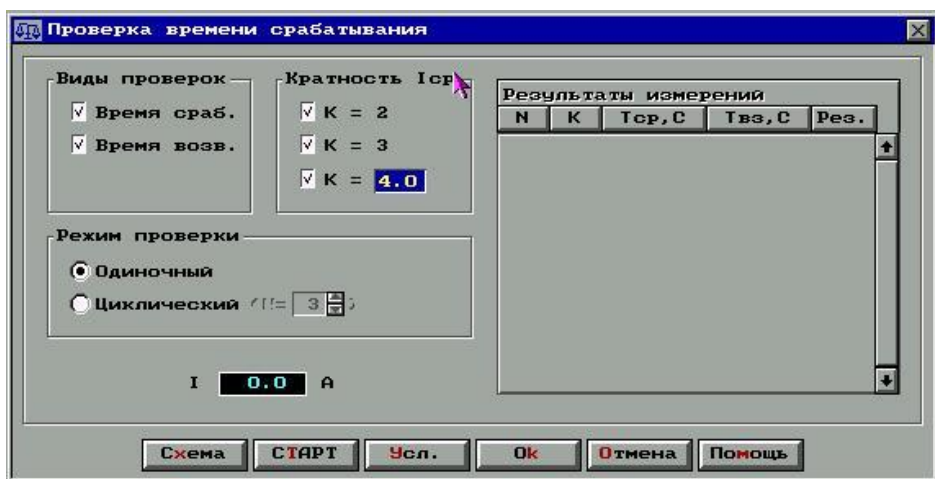
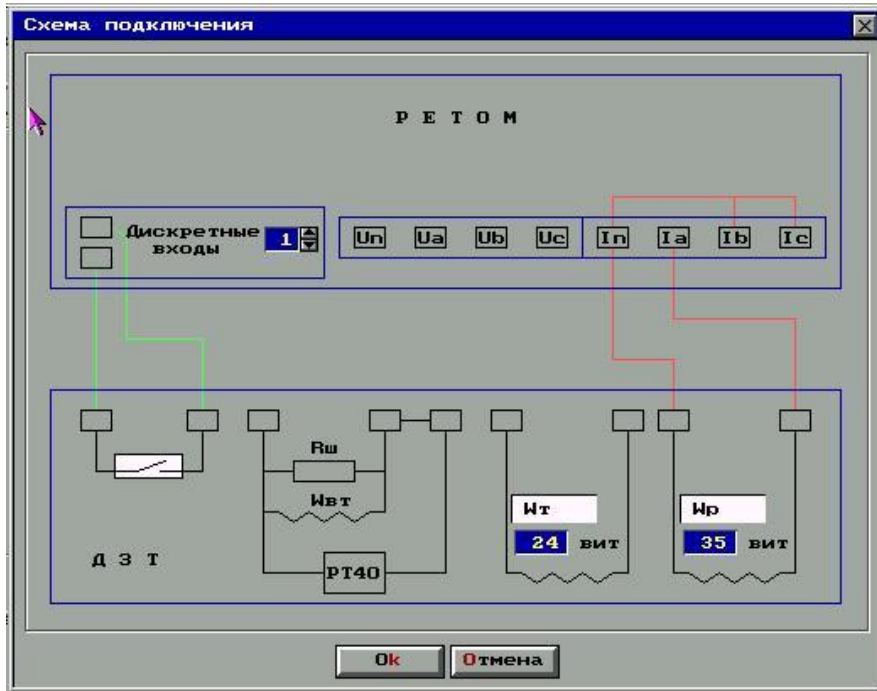

Рис. 12.16. Окно Проверка времени срабатывания и возврата
Рис. 12.17. Схема подключения реле ДЗТ-10
**Проверка времени срабатывания и возврата.** В панели управления нажмите кнопку Проверка времени срабатывания и возврата. В рабочем окне (рис. 12.16) нажмите кнопку **Схема** и подключите реле по схеме (рис. 12.17).